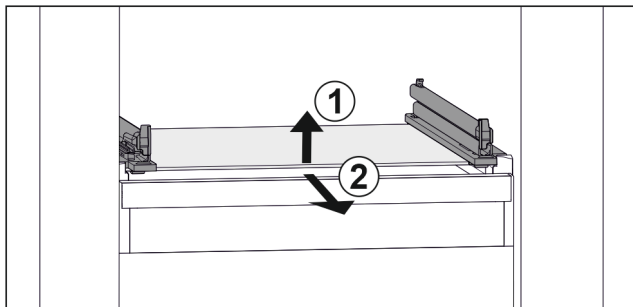

Fig. 87 Примерно изображение на стъклената плоча
- ▶ Повдигнете стъклената плоча отпред. Fig. 87 (1)
- ▶ Извадете стъклената плоча напред. Fig. 87 (2)